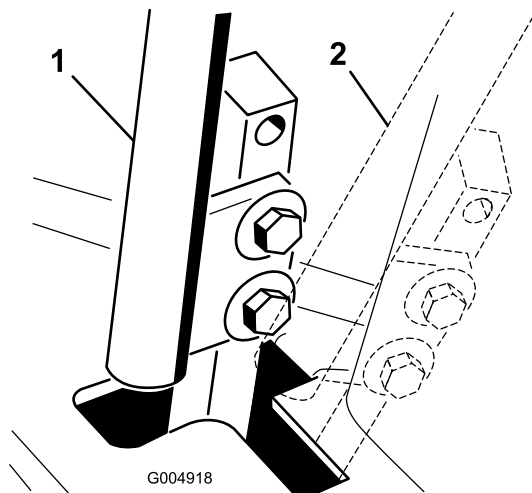

図 62
4. レバーのうちの1本をニュートラル位置にセットするがロックはしない (図 62)。
6. コントロール・レバーと、コンソールのノッチとの位置関係を見る(図 62)。レバーがノッチの中心に整列しており、レバーを外側に倒せばニュートラル固定位置にセットされる状態であれば適切である。